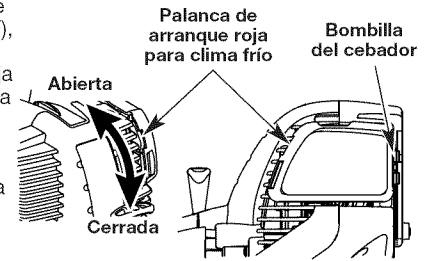

Fig. 11
SI HAY FRÍO... En tiempo de frío (por debajo de 40°F), mueva hacia abajo la palanca de arranque roja para clima frío (Fig. 11) a fin de ponerla en la posición cerrada, y continúe con el paso 3. **NO** mueva esta palanca si la temperatura está por encima de 40°F.
3. Oprima completamente y libere la pera del cebador 10 veces, lentamente. Deberá verse alguna cantidad de combustible en la pera del cebador (Fig. 11). Si no puede ver combustible en la pera, oprima y suelte la pera tantas veces como sea necesario hasta que vea combustible en la misma.